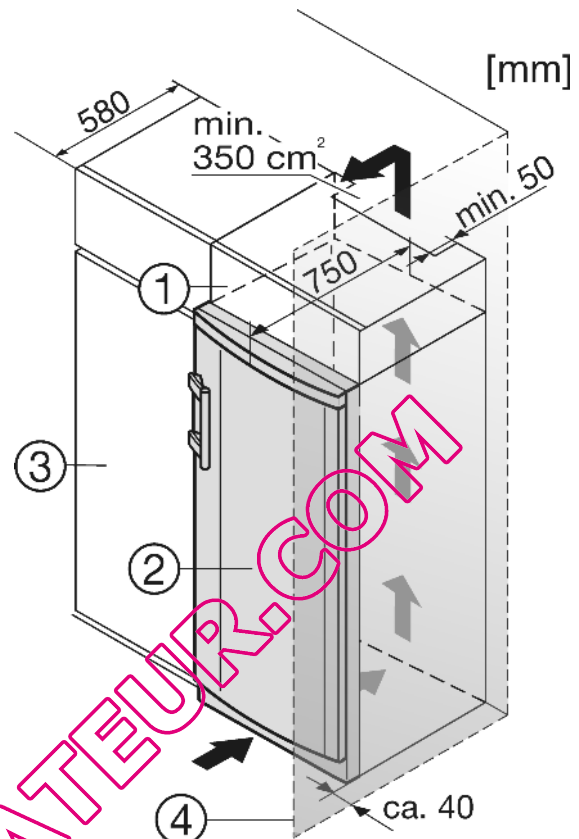

Fig. 8
Si l'appareil est installé avec les charnières à côté d'un mur Fig. 8 (4), la distance entre l'appareil et le mur doit être de 40 mm min. Ceci correspond à la saillie de la poignée lorsque la porte est ouverte.